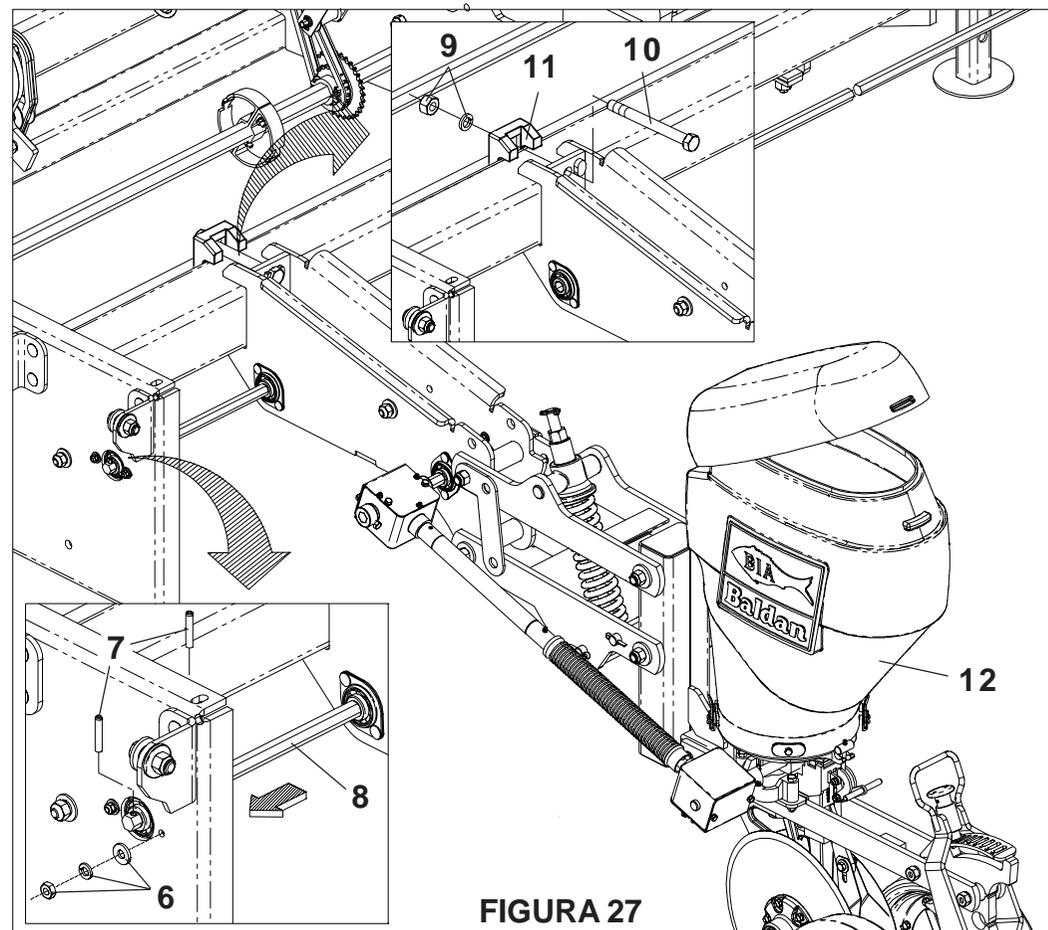

FIGURA 27
5 - Finalize, recolocando o eixo (8), os pinos elásticos (7) e reaperte as arruelas e porcas (6), **conforme mostra a figura 27.**